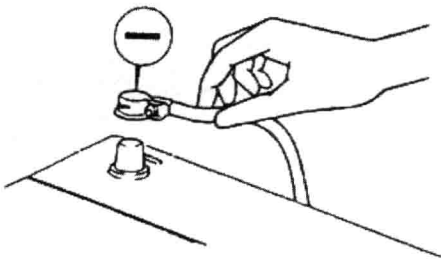

图 1-13 分离蓄电池负极导线
- (1) 维修电气系统之前，必须关闭点火开关，分离蓄电池负极导线，如图 1-13 所示。